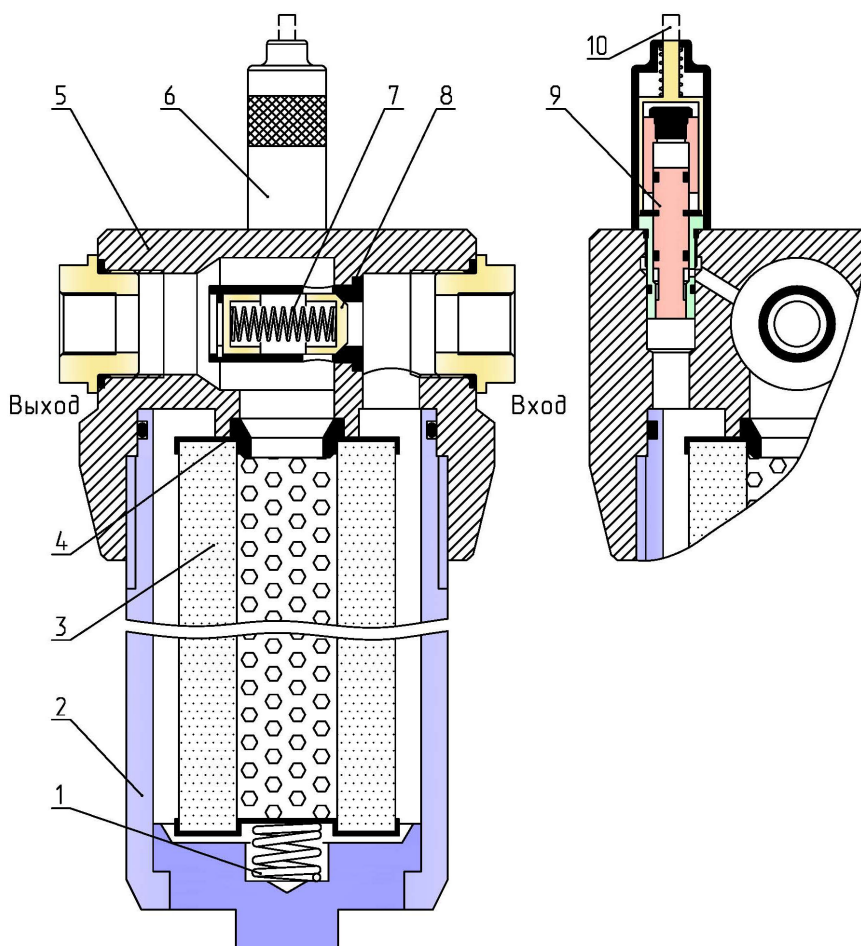

Рис.5.4-3 Фильтр напорный:
Фильтры напорные (рис. 5.4-3) средней и тонкой очистки масла отличаются типоразмером и исполнением фильтроэлемента. Предназначено: для средней и тонкой очистки масла, подаваемого насосом трансмиссии с тонкостью очистки 0,025 мм и 0,010 мм, соответственно.
1. При падении давления масла в гидросистеме трансмиссии с фильтрами средней и тонкой очистки клапанной коробки в первую очередь обратить внимание на визуальный индикатор засоренности напорных фильтров (расположенные сверху на фильтрах (флажок 10 см.рис.5.4-3)), если индикатор сигнализирует о засоренности (флажок 10 вылез вверх) – **ЗАМЕНИТЬ ФИЛЬТРОЭЛЕМЕНТЫ.**